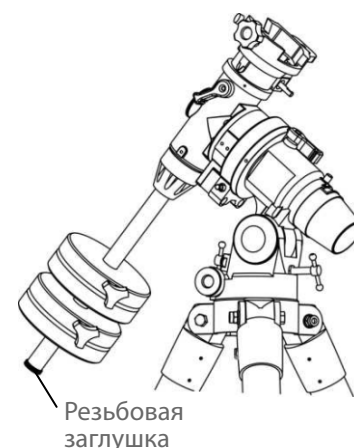

Рис. 6
5. Вкрутите резьбовую заглушку обратно в торец штанги противовесов (рис. 6).